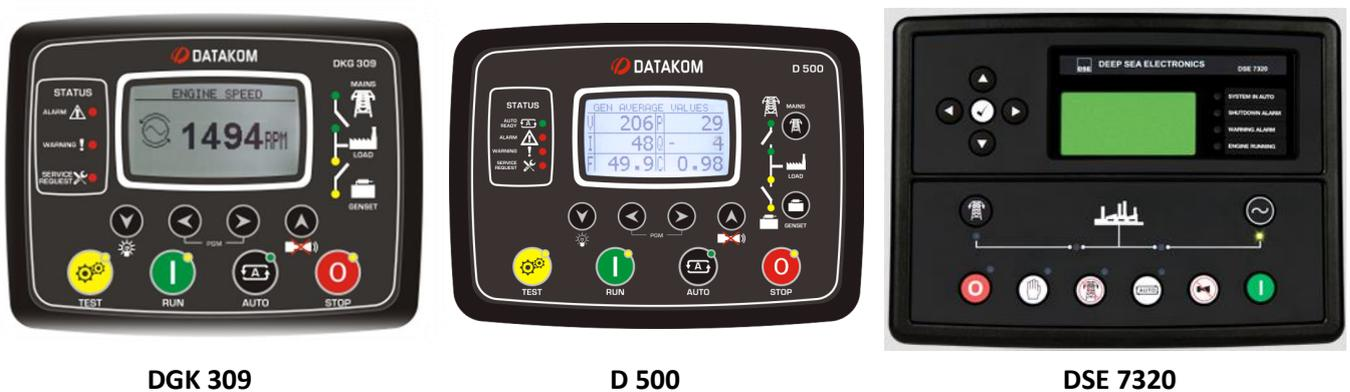

Рис. 7.
9.1.2. Идентификация: модель контроллера указана в верхнем правом углу, номер системы управления указан на правом боку щита панели управления [Рис. 7].